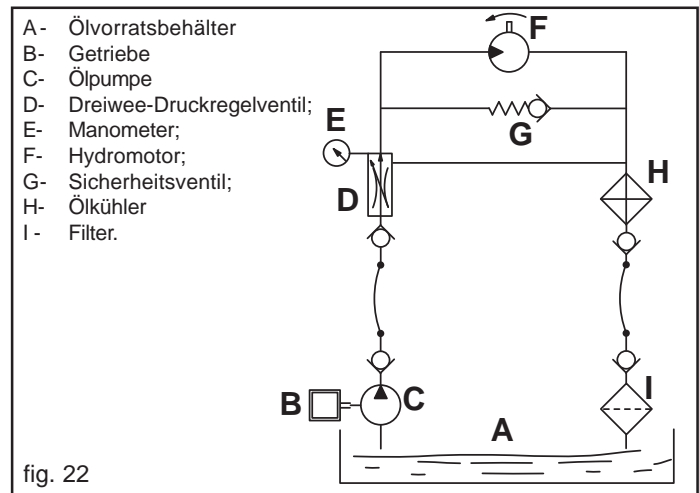

fig. 22
- Ölversorgung: Die Angaben in Übersichtszeichnung von Abb. 22 beachten.